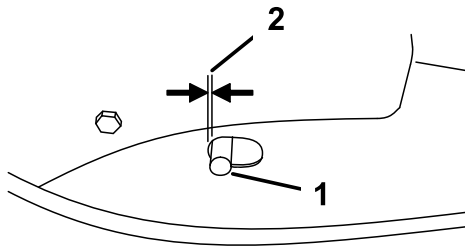

Bild 30
2. Kuppeln Sie den Fahrtriebshebel aus und prüfen Sie den Stift im länglichen Schlitz an der linken Seite der Maschine über dem Reifen (Bild 30).
Hinweis: Von der Vorderseite des Schlitzes zur vorderen Kante des Stifts sollte ein Abstand von 6 mm bestehen (Bild 30).